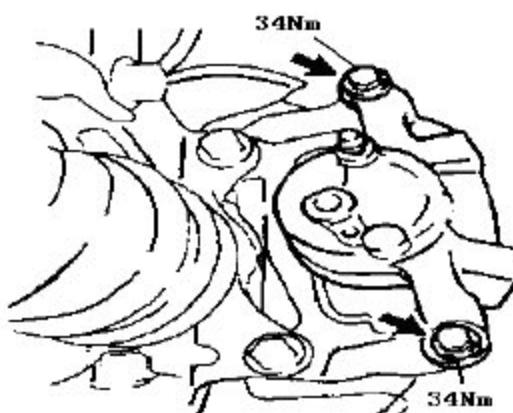

图 3-21
- 用 2 个螺栓安装前盘式制动分泵，如图 3-21 所示。拧紧力矩：34N·m。